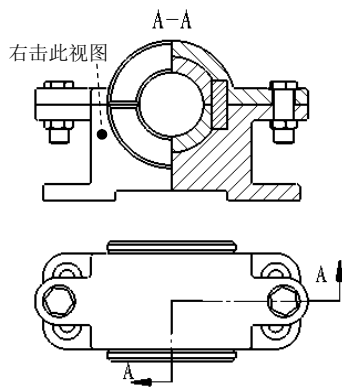

图 4.6.13 选取剖面视图
Step2. 选择命令。在图形区右击图 4.6.13 所示的剖面视图，在弹出的快捷菜单中选择 **等轴测剖面视图 (E)** 命令。